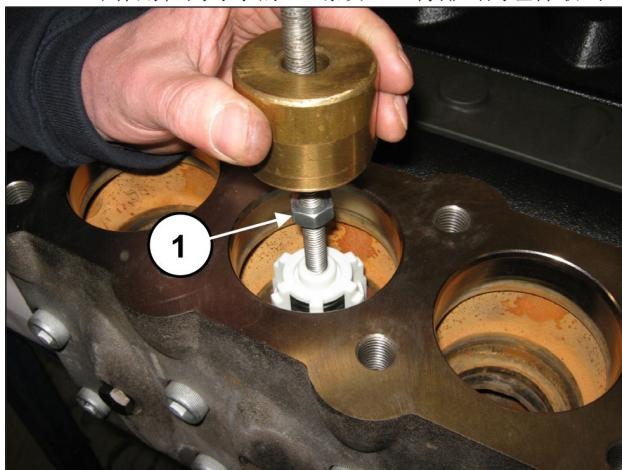

图 100
用一个锤头式提取器(代码27516400)作用在阀导承的M10孔上(位置①, 图 100), 或者用一个M10-M16适配器(代码25089700)作用在阀导承的M16螺纹上, 将排出阀组件取出。